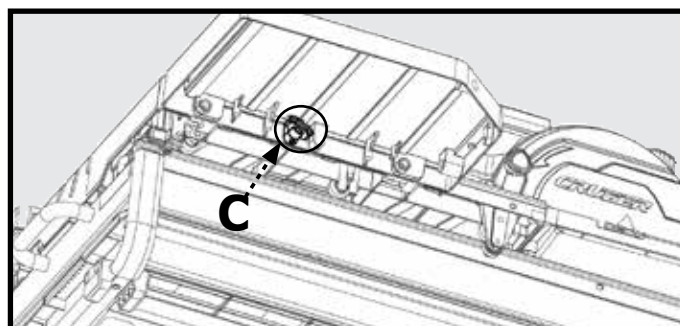

Figure 13
3. Fixez la rallonge de table à la table de travail en serrant la vis à mollette (C) située sous la rallonge de table, comme illustré à la figure 13.